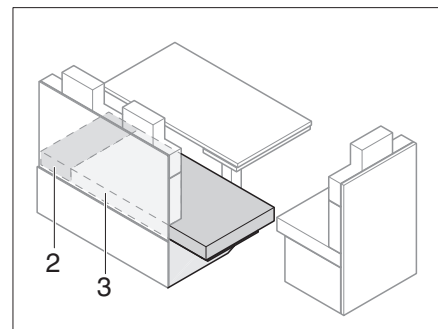

Fig. 148 Después de la ampliación
- Tirar el cojín del asiento (Fig. 148,3) a la prolongación del banco de asiento.
- Poner un cojín adicional (Fig. 148,2) entre el cojín del asiento (Fig. 148,3) y la pared exterior.
- Quitar los cojines adicionales (Fig. 148,2).
- Tirar del cojín del asiento (Fig. 148,3) y colocarlo sobre banco de asiento.